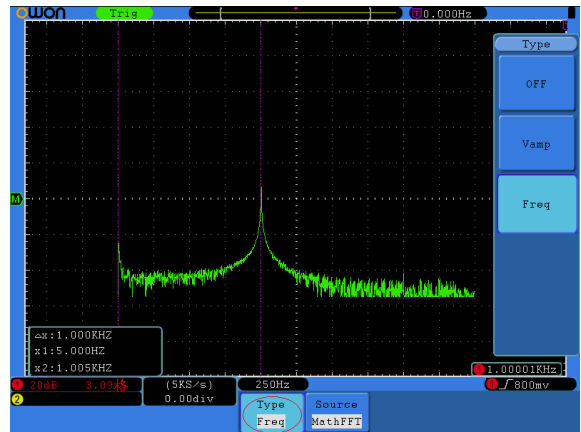

Рисунок 5.75. Вид осциллограммы при курсорных измерениях частоты сигнала в режиме FFT
3. В соответствии с особенностями измеряемой осциллограммы выберите положения курсора 1 и курсора 2 вращением регуляторов **VERTICAL POSITION** канала CH1 и канала CH2. В окне в левом нижнем углу окна отображения осциллограммы показывается разность частот между курсорами и текущие значения положений обоих курсоров (см. рисунок 5.75).